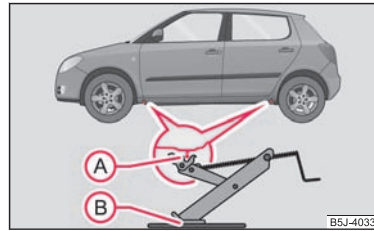

Abb. 155 Radwechsel: Aufnahmepunkte für den Wagenheber
- Wählen Sie zum Ansetzen des Wagenhebers den Aufnahmepunkt - Einprägung im Unterholm, der dem defekten Rad am nächsten liegt ⇒ Abb. 155.